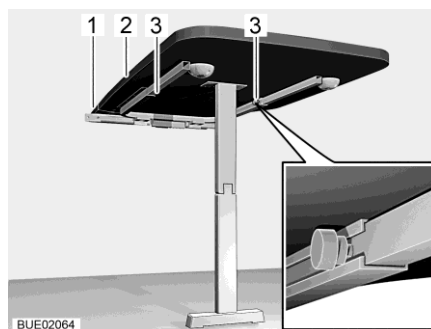

Fig. 135 Tavolo sospeso con supporto snodabile
- Svitare le due viti a testa cilindrica zigrinata (Fig. 135,3).
- Sollevare leggermente il piano del tavolo (Fig. 135,2) sul avanti ed estrarlo fino all'arresto. La prolunga del tavolo è ora completamente est-ratta.
- Inserire la prolunga del piano del tavolo (Fig. 135,1) nella prolunga del tavolo.
- Sollevare leggermente il piano del tavolo (Fig. 135,2) dal davanti ed estrarlo.
- Rimuovere la prolunga del piano del tavolo (Fig. 135,1) e stivarla in modo sicuro.